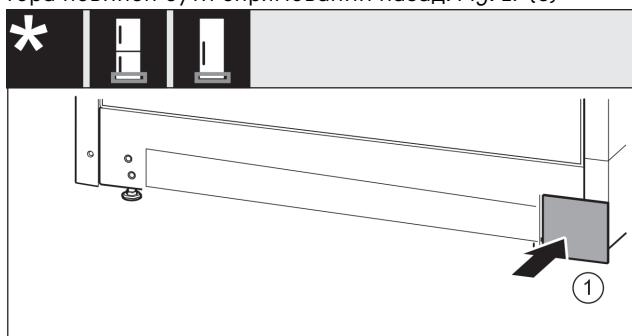

Fig. 18
- Знову одягнути кришку з іншого боку. Fig. 18 (1)